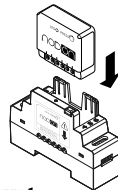

figure 1
- 3 Insérez le module dans le boîtier Rail DIN en respectant le sens d'introduction du module (voir figure 1). Vérifiez que les bornes sont bien dévissées et veillez à ne pas plier les broches situées à l'intérieur du boîtier.